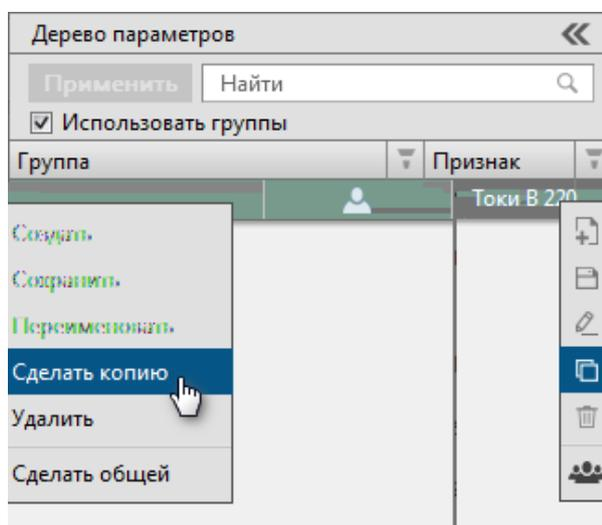

Рисунок 30 - Сделать копию
1. Нажмите *к м* по выбранной группе сигналов и выберите команду **Сделать копию** (Рисунок 30).